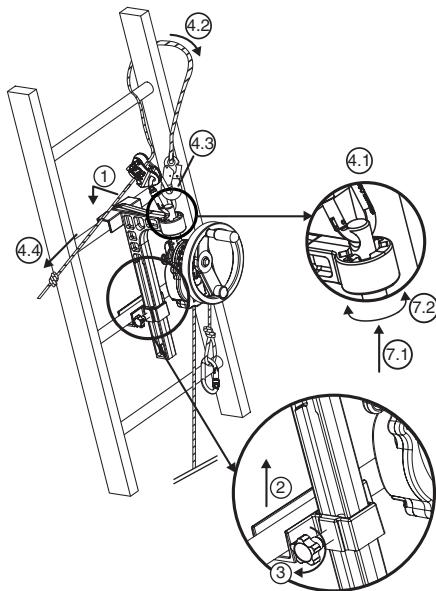

Fig. 6
6.3.2. Appareil Derope™ UP B (Fig.6)
de sauvetage, au dessus de la personne à évacuer (Fig. 6, 1).
2. Remonter le coulisseau de blocage au niveau du barreau immédiatement en dessous de celui qui reçoit la grande console (Fig. 6, 2).
3. Serrer l'axe de blocage du coulisseau à l'aide du bouton de serrage se trouvant sur le côté de la console (Fig. 6, 3).
- Fixer le connecteur du dispositif de réglage LCM 05 dans le trou du haut de l'axe de d'accrochage (Fig. 6, 4.1).
- Passer la longe d'assurance autour du barreau de l'échelle situé au dessus de la console en contournant l'un des montants de l'échelle (Fig. 6, 4.2).
- Connecter le connecteur de la longe d'assurance dans le connecteur du dispositif de réglage LCM 05 (Fig. 6, 4.3).
- Tendre la longe d'assurance en tirant sur le brin libre (Fig. 6, 4.4).
7. Orienter l'appareil Derope™ selon le besoin en modifiant la position de l'axe d'accrochage dans le dispositif d'indexage (Fig. 6, 7.1 – 7.2).